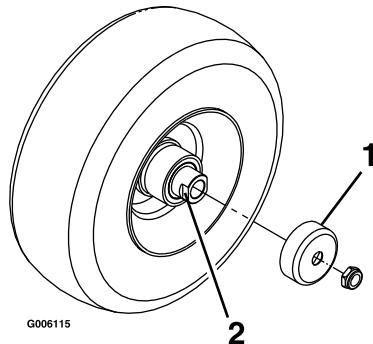

Рисунок 47
4. Снимите ограждения уплотнений со ступицы колеса (Рисунок 47).